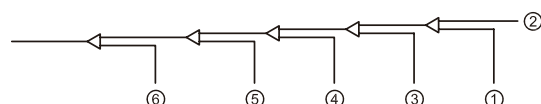

Fig. 5.39
8. Purgue las otras aperturas de la misma forma, trabajando en secuencia desde la unidad interior A hacia las unidades exteriores. Consulte la Fig. 5.39.